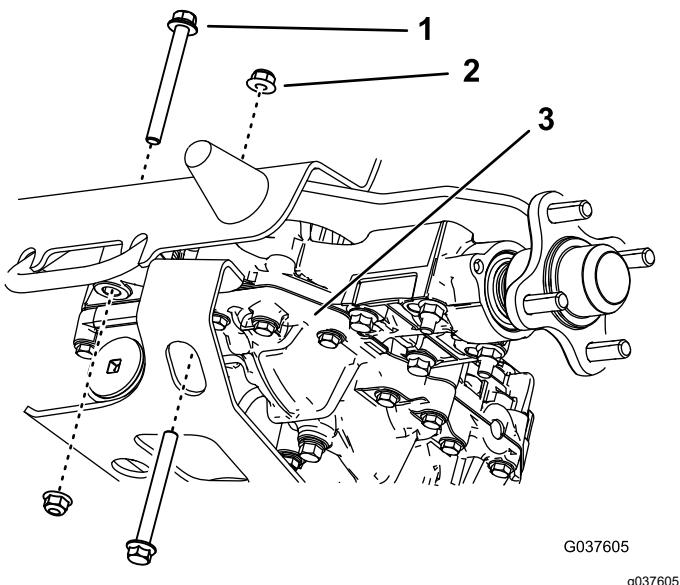

図 9
5. 右側右トランスアクスルから、リアボルト2本とナット2個を外す図9。ナットは捨てないこと。